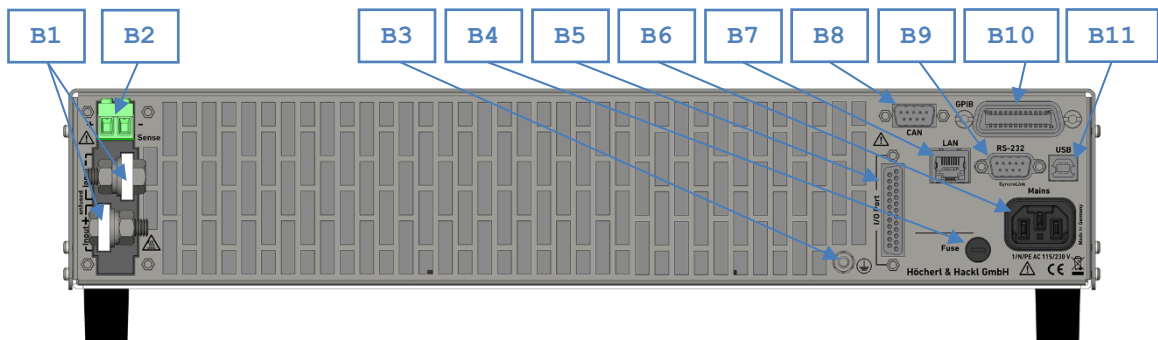

Abbildung 2.5: Rückseite Modell mit 19", 2 HE
1. Mit einem passenden Schraubendreher unter leichtem Andrücken den Sicherungshalter **B4** (s. Abbildung 2.5) entgegen dem Uhrzeigersinn aus dem Gehäuse ziehen.